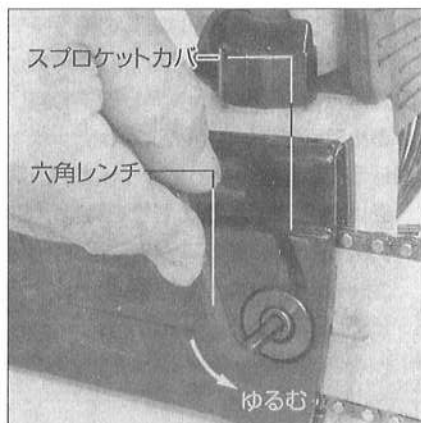
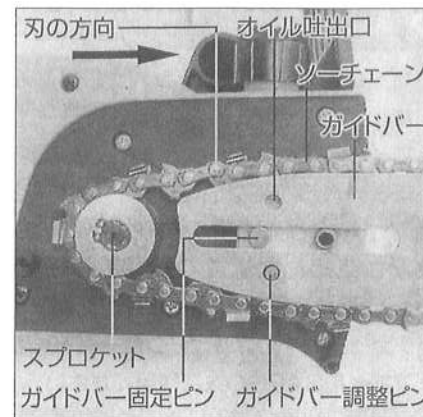

図6
図7
①六角レンチ(付属品)でスプロケットカバーを固定している六角穴付ボルトを取りはずしてください。(図6参照)
②ガイドバー押えを取りはずしてください。
③ソーチェーンをガイドバーの先端に入れ、もう一方をスプロケットに入れてください。(図7参照)
④ソーチェーンを取付ける前にオイル吐出口、オイル穴、ガイドバー溝およびその周囲の切粉等を取り除いてください。切粉等がたまっていると故障の原因となります。
④ガイドバーを取付面の取付穴、ガイドピン、チェーン引金ピンにはめ込んでください。(図7参照)